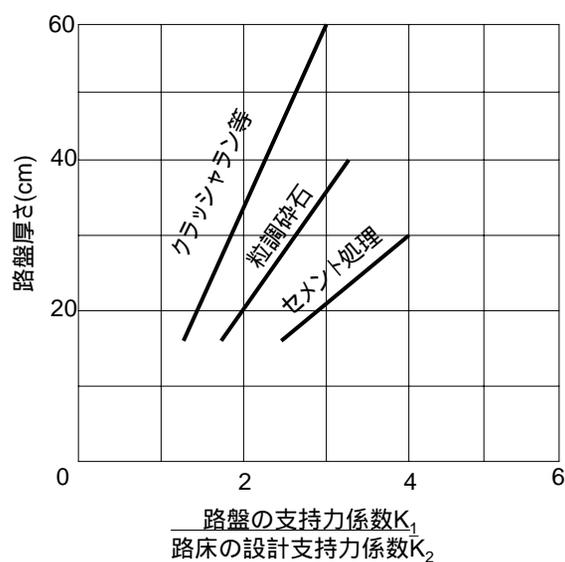

Figure 1
3. 路床の設計支持力係数が 60(MN/m³)である。下層路盤をクラッシュラン路盤で 30cm 厚さにするとすれば，路盤面の支持力係数 K₁ = 250(MN/m³)とするためには，上層路盤を粒度調整砕石とした時の必要厚さは 38.9 (cm)であり，セメント安定処理とした時は 23.3 (cm)である。(Fig.1 参照)。
4. (1)コンクリート版の幅 B=3.75(m)，長さ L=10(m)，厚さ h=0.3(m)および摩擦係数 f=1.0 の場合に，φ6(mm) の鉄筋を用いた鉄網の必要断面積 A_s = 1.04 × 10⁻³ (m²)，必要本数 N = 37 (本)である。なお，コンクリート版半枚に作用する摩擦力 F_{1/2} = 0.012fBLh(MN)であり，鉄筋の許容応力度は 130 (MN/m²)である。